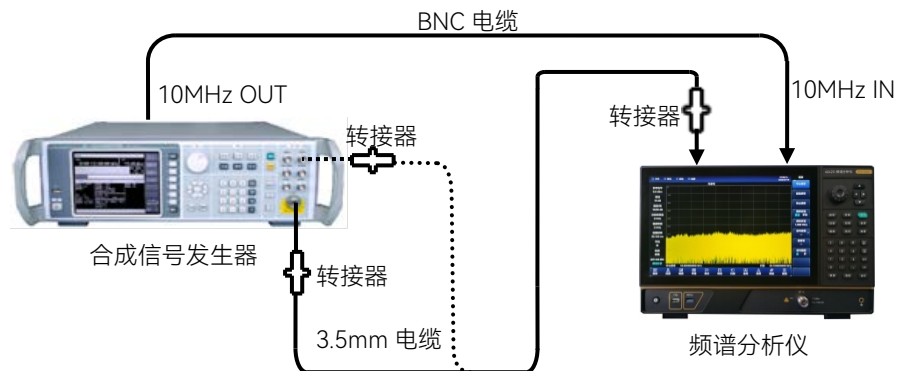

图 15.2 频率范围的测试
- 1) 如图 15.2 虚线连接测试设备，1464 信号发生器为 4042 频谱分析仪（以下简称频谱分析仪）提供参考频率，合成信号发生器的低频输出端口接到频谱分析仪的射频输入端；
- 4) 如图 15.2 实线所示，用转接器和电缆连接合成信号发生器 1464 的射频输出端口与频谱分析仪的射频输入端。将信号发生器的输出频率设置为频谱分析仪对应型号的最高频率，调制功能关闭，输出功率-10dBm；